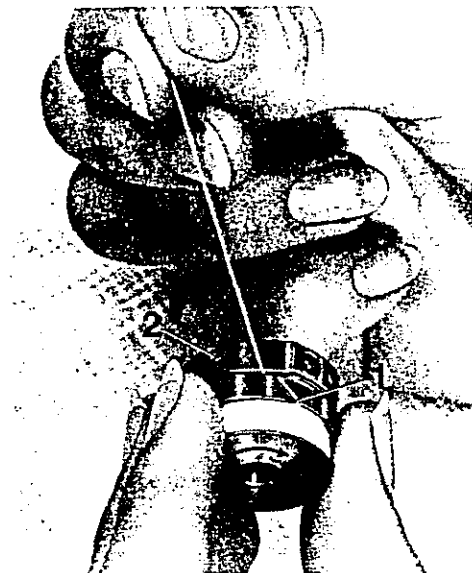
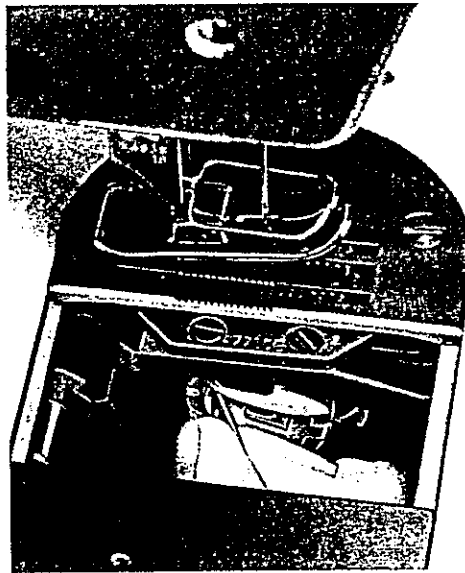

Fig. 5
Fig. 6
Die gefüllte Spule so in die Oberkapsel einsetzen, daß der Faden im Uhrzeigersinn abläuft (siehe Pfeil Fig. 5).
Bei leichtem Festhalten der Spule den Faden in den Schlitz 1 einhängen und unter der Spannungsfeder hindurchziehen, bis er hinter der Federzunge 2 wieder hervorkommt. Fadenende ca. 5 cm überstehen lassen. Maschine ausschalten. Durch Drehen am Handrad Fadenhebel in höchste Stellung bringen. Oberkapsel in Greifer einsetzen (Fig. 6).
Insert the full bobbin into the bobbin case so that when you pull the thread the bobbin turns in a clockwise direction (see arrow in Fig. 5).
Place the bobbin case into the sewing hook (Fig. 6).
Introduire la canette garnie dans la boîte à canette, de manière que le fil se déroule dans le sens des aiguilles d'une montre (flèche, fig. 5).
Tout en retenant légèrement la canette, faire passer le fil depuis la fente 1 sous le ressort de tension, jusqu'à ce qu'il réapparaisse derrière la languette du ressort 2. Laisser dépasser environ 5 cm de fil. Mettre la machine hors circuit. Tourner le volant jusqu'à ce que le levier releveur de fil se trouve au point haut de sa course. Placer la boîte à canette garnie dans le crochet (fig. 6).
Coloque la bobina llena en la cápsula de forma que el hilo corra en el sentido de las agujas del reloj (véase flecha, fig. 5).
Sujetando ligeramente la bobina, enganche el hilo en la ranura 1 y páselo por debajo del muelle tensor hasta que aparezca de nuevo por detrás de la lengüeta elástica 2, dejando que sobresalga unos 5 cm. Desconecte la máquina. Gire el volante hasta que la palanca tirahilos de halle en su posición superior. Introduzca la bobina llena en la cápsula y colóquela en el garfio (fig. 6).
■ La spolina piena va inserita nella capsula in modo che il filo scorra in senso orario (vedi freccia fig. 5). Tenendo leggermente la spolina, agganciare il filo nella fessura 1 e tirarlo al di sotto della molla di tensione fino a che non fuoriesce nuovamente dietro la linguetta della molla 2. Tirare ca. 5 cm di filo fuori. Disinserire la macchina. Girando il volantino, portare il tendifilo nella posizione più alta. Mettere la spolina piena nella capsula ed inserire nel crochet (fig. 6).
■ Introduza a bobina cheia na cápsula de tal forma que o fio desenrole no sentido dos ponteiros do relógio (veja Fig. 6 – seta).
Seguando a bobina, passe o fio pela ranhura 1, por baixo da mola de tensão até que apareça por trás da lingueta da mola 2. Deixar o fio sobressair por mais ou menos 5 cm. Desligar a máquina. Girando manualmente o volante, ponha o elevador do fio na posição mais alta. Introduza bobina e cápsula na lançadeira (Fig. 6).